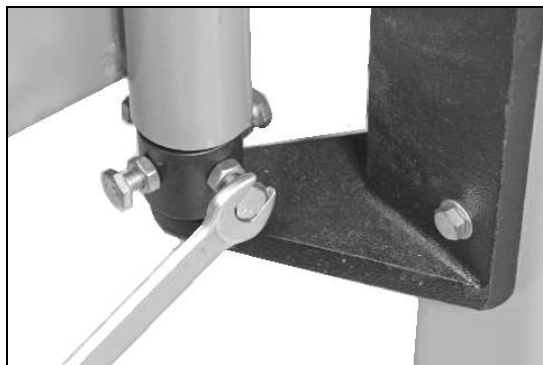

Fig 16
Placez la table transversale (A, Fig. 16) sur la tige de support télescopique (B).
Si la table d'usinage transversale change de hauteur, vous pouvez supprimer cela au niveau de l'axe de rotation du bras de pivotement (Fig 16).